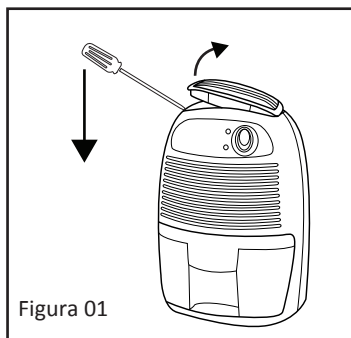

Figura 01
- 2- Com auxílio de uma chave de fenda, retirar a tampa de saída de ar juntamente com o filtro de ar (Figura 01);